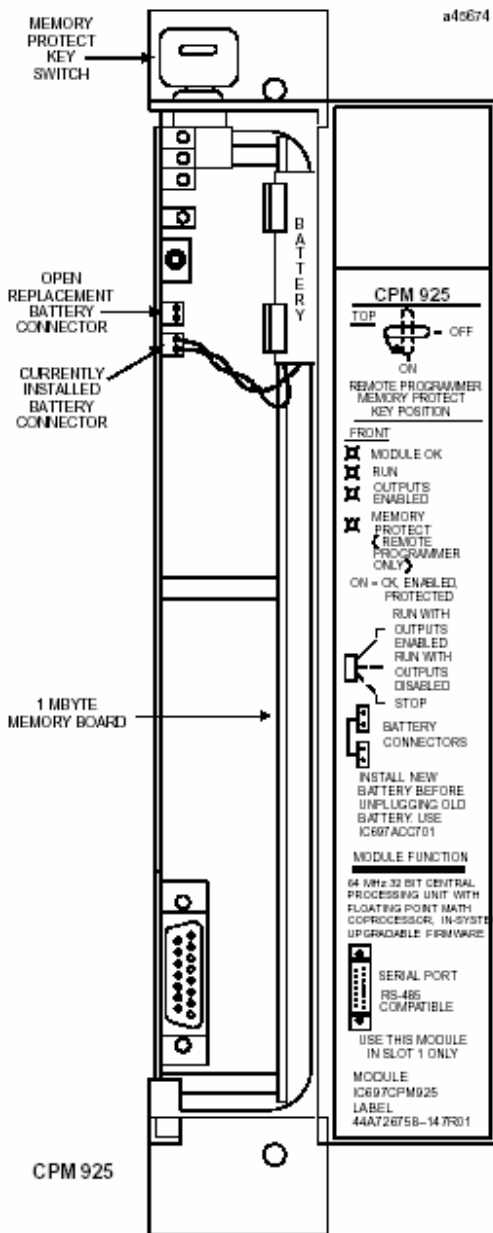

图 2. CPM925主要特征位置
- 电池要和模块上任一个电池连接器连接(见图2)
如图2所示安装有锂电池 (IC697ACC701)。此电池在电源关闭时保存程序和数据存储, 并且运行日历时钟。确保在移去旧电池之前要安装新电池。关于电池不足状态的详细说明见参考文献2。